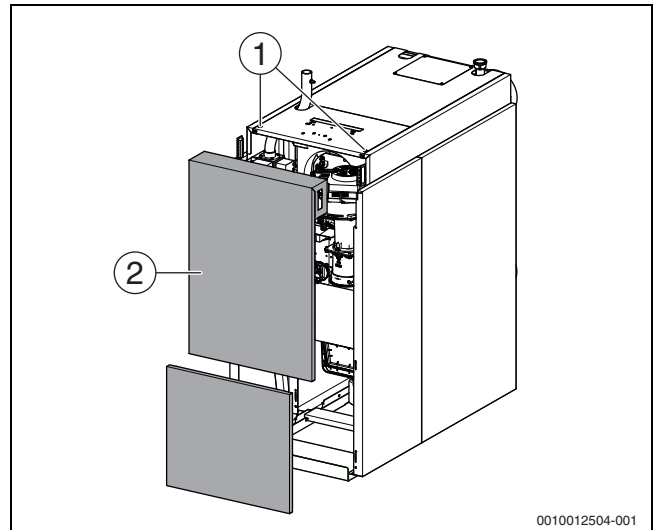

Bild 36 Vorderwand abnehmen
- ▶ Entriegelungsschrauben (→ Bild 36, [1]) auf der Oberseite des Heizkessels mit geeignetem Werkzeug gegen den Uhrzeigersinn drehen und obere Kesselvorderwand entriegeln.
- ▶ Kesselvorderwand (→ Bild 36, [2]) nach vorne neigen und nach oben aus der unteren Führung heben.